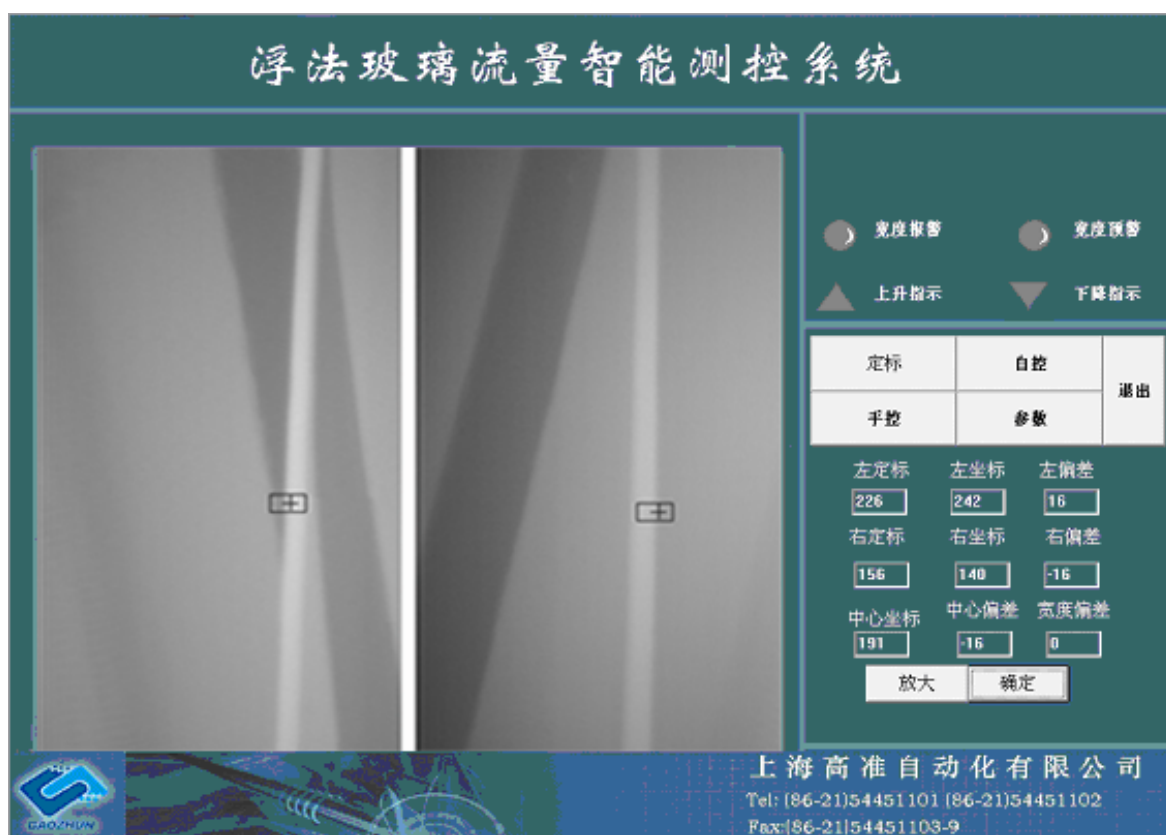

图 7 自控界面
4. 当用鼠标左键单击自控按钮以后，进入自控界面，如图 7 所示：